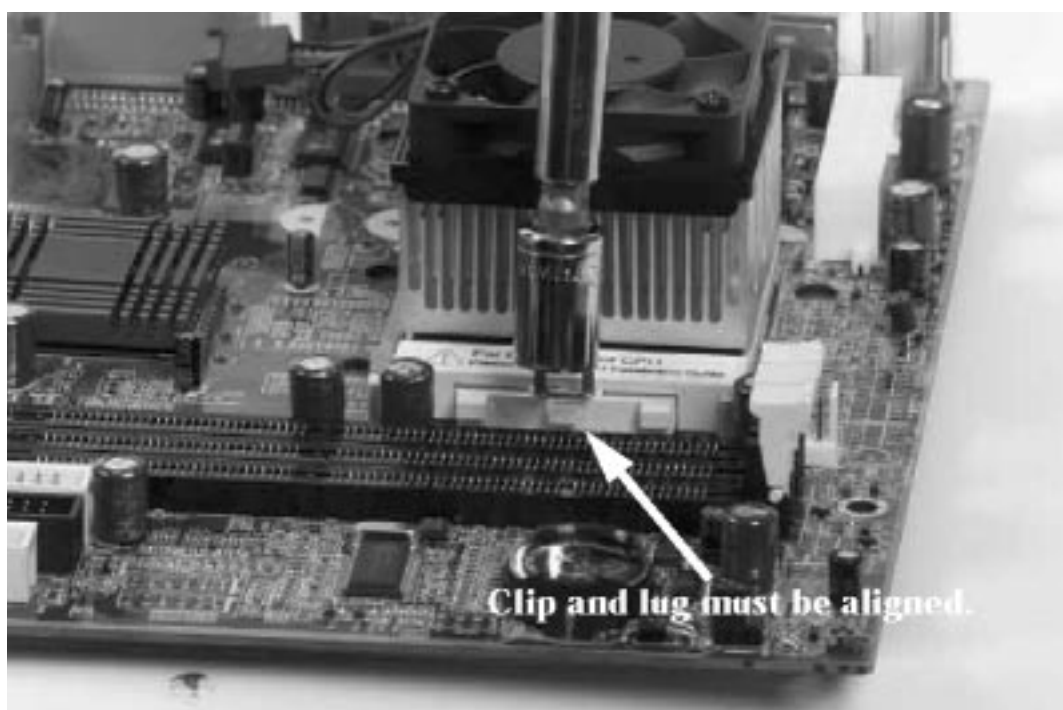

Figura 19. Accertarsi che la clip risulti allineata con l'aletta.
19. Per una corretta installazione, la clip deve venire a trovarsi allineata con le alette centrali del socket, indipendentemente dallo strumento utilizzato. La Figura 19 mostra la clip allineata con l'aletta. L'allineamento è essenziale per la chiusura della clip. In assenza di allineamento, la clip può essere fissata solo da un lato con il rischio di possibili sganciamenti.